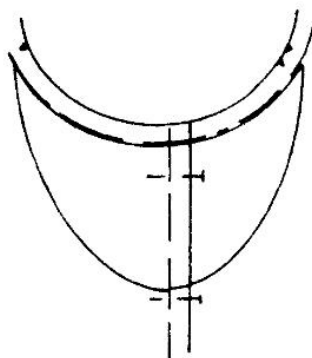

Рис. 326
2. Проведите плавные линии защитной подкладки: одну по пройме от отметок переда до отметок спинки, другую ниже (рис. 326).